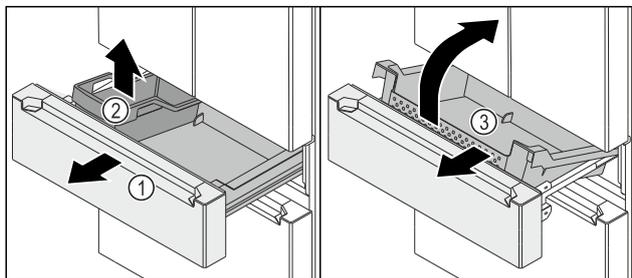

Fig. 148
- ▶ Auszugswagen Fig. 148 (1) bis zum Anschlag herausziehen.
- ▶ FlexBox Fig. 148 (2) entnehmen.
- ▶ Behälter Fig. 148 (3) vorne hochheben.
- ▶ Behälter Fig. 148 (3) schräg nach vorne entnehmen.